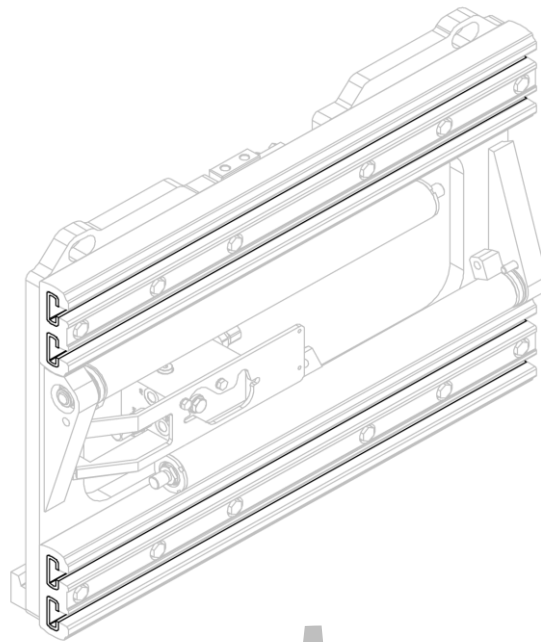
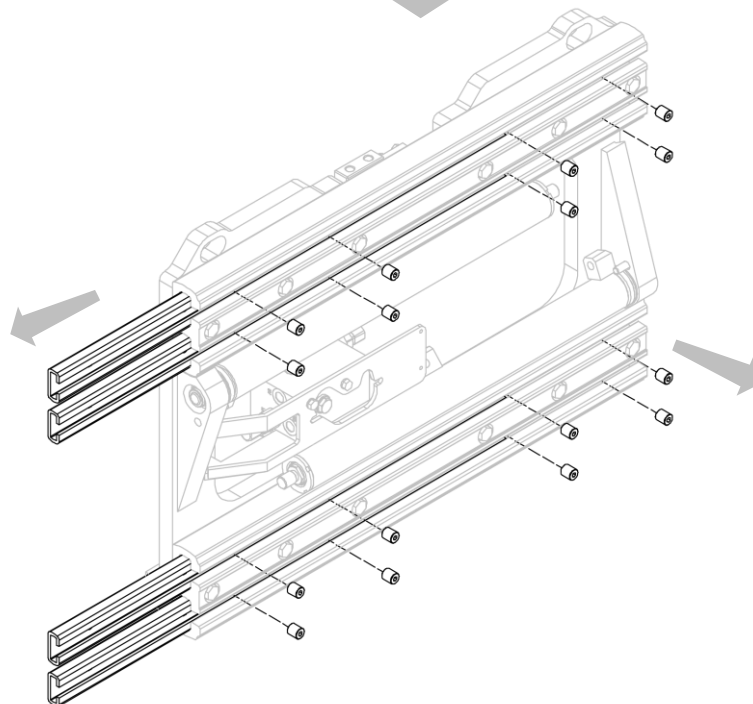

Figure 54
Figure 55
3. Retirer les bagues en nylon après avoir dévissé les goujons correspondants (voir *Figure 54* et *Figure 55*).